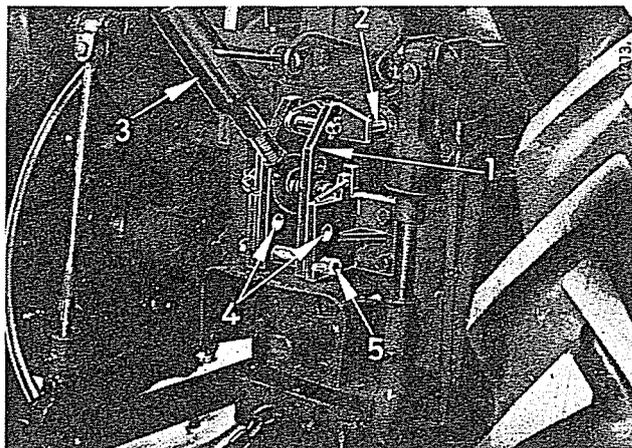

Fig. 26
Pour des instruments qui ne requièrent pas de contrôle de profondeur, par exemple lorsque la barre de poussée sert seulement comme point de fixation, l'attelage peut être rendu rigide en introduisant une deuxième cheville dans le trou (4, Fig. 26) du support d'attelage.
La chape d'attelage (1, Fig. 26) est munie de deux trous pour la fixation de la barre de poussée. La sensibilité de la réaction du système est obtenue en fixant la barre de poussée dans un de ces trous, cependant la sensibilité est plus grande lorsque la barre de poussée est fixée au trou supérieur.
Au contraire, si la réaction est telle que le ressort de la chape d'attelage est comprimé ou étiré à fond presque tout le temps, placez la cheville pivot (5, Fig. 26) dans le trou supérieur (4).